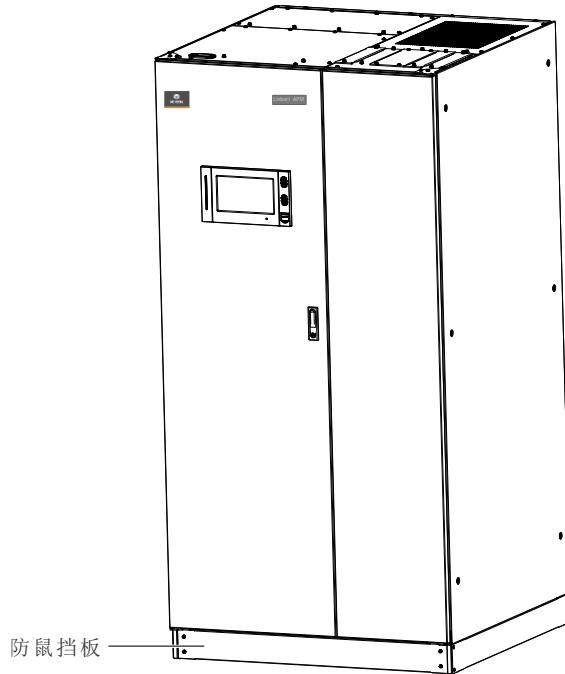

图2-3 拆除防鼠板
2. 如图 2-3 所示，拆除机柜底部的防鼠挡板。UPS 安装就位后，需恢复挡板。